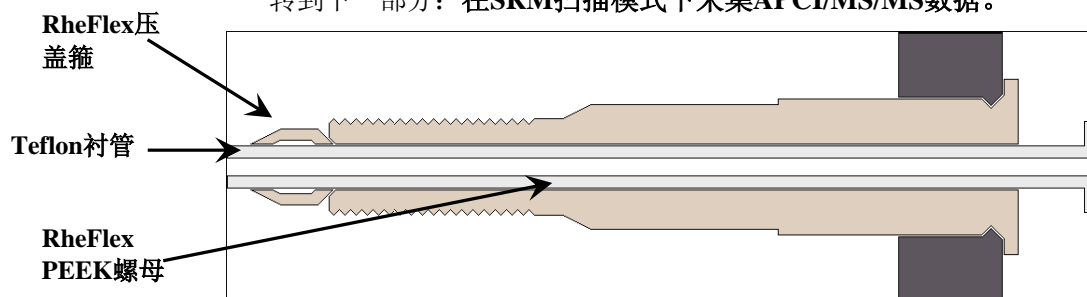

图8-5. 针头端口接头，P/N 00110-22030
- a. 将衬管, RheFlex®压盖箍和RheFlex螺母的丝锥部分插入转向/进样阀的5号端口（见图8-5）。